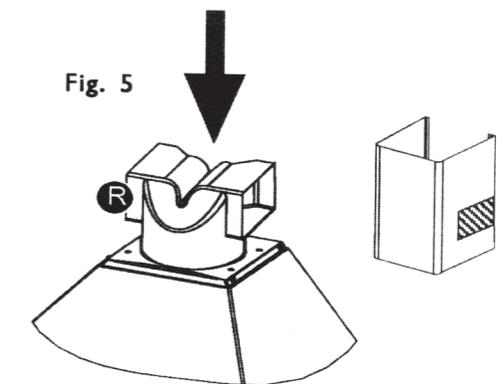

Fig. 5
- un deflector (Fig.5 "R").
c) Unir el deflector **R** directamente a la salida superior del difusor, apretando hacia abajo. (fig.5)